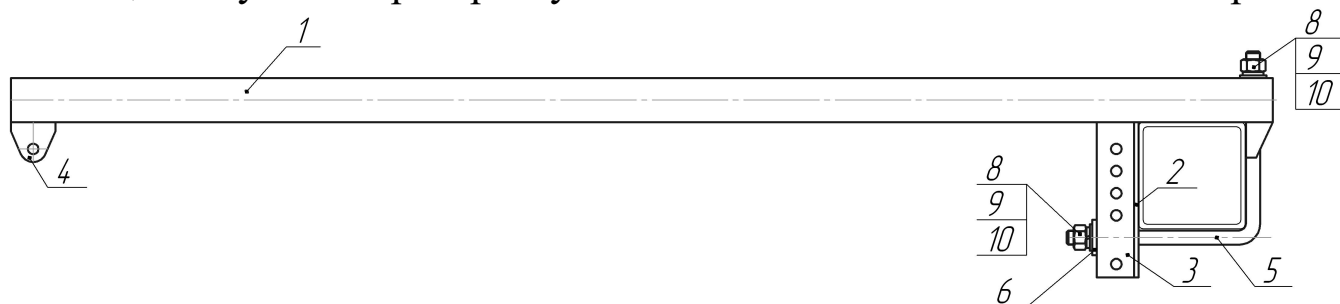

Рис. 8 Траверса.
2.2.7 Траверса подъема секций (см. рис.8) состоит из трубы-1, стойки-2. К проушине-4 и щеке-3 при помощи осей крепятся цепи.